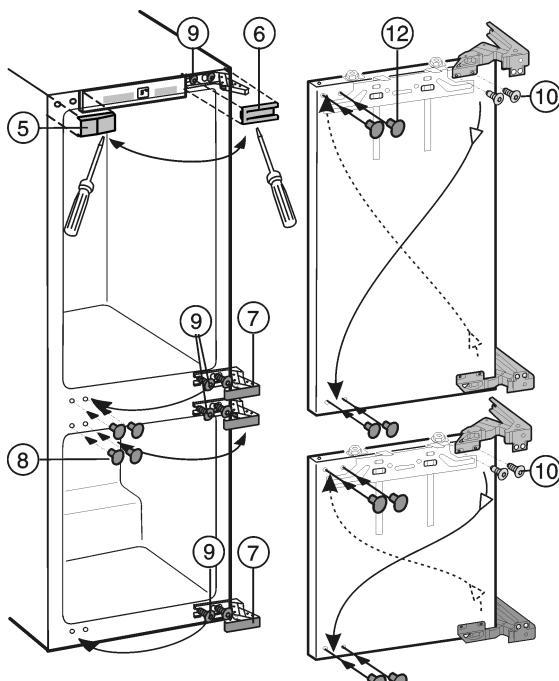

Fig. 3
- Afdekkingen Fig. 3 (5,6,7,8) met een schroevendraaier naar voor trekken en afnemen.
- Schroeven Fig. 3 (9) boven en onder aan het apparaat alleen losser draaien.
- Schroeven Fig. 3 (9) aan de andere kant aanbrengen, kort inschroeven.
- Schroeven Fig. 3 (10) losdraaien en de scharnieren diagonaal omklappen.
De schroeven Fig. 3 (10) zijn zelfsnijdend: accuschroevendraaier gebruiken.
- Met stoppen Fig. 3 (12) om de vrijgekomen bevestigingsgaten te dichten.
- Deuren in de voorgemonteerde schroeven Fig. 3 (9) hangen en schroeven **met 4 Nm** goed aandraaien.